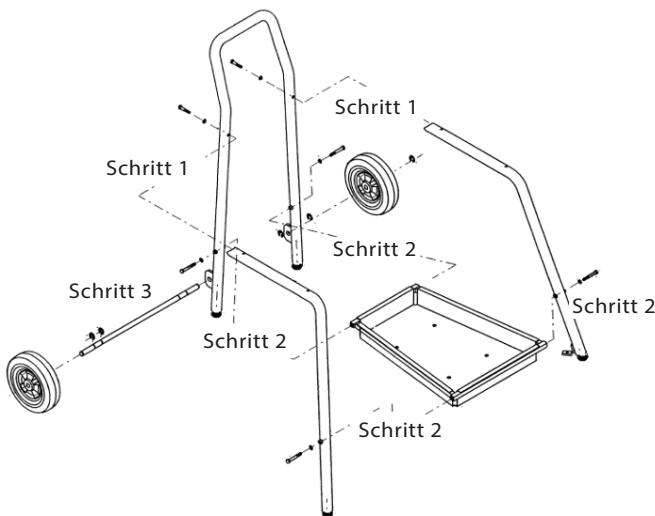

Abbildung 4 – Zusammenbau des Dreibein-Untergestells
3. Führen Sie die Achse in die Nasen ein, die am hinteren Träger/Griff überstehen, und sichern Sie die Achse mit 4 (vier) Befestigungsringen. Siehe Abbildung 4.